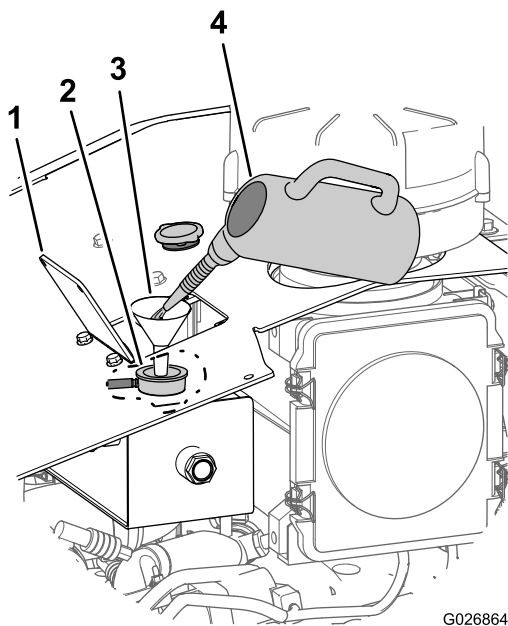

Bild 102
- B. Füllen Sie Reinigungslösung für die Kühlanlage durch den Füllstutzen des Ausdehnungsgefäßes in die Kühlanlage ein (Bild 102).